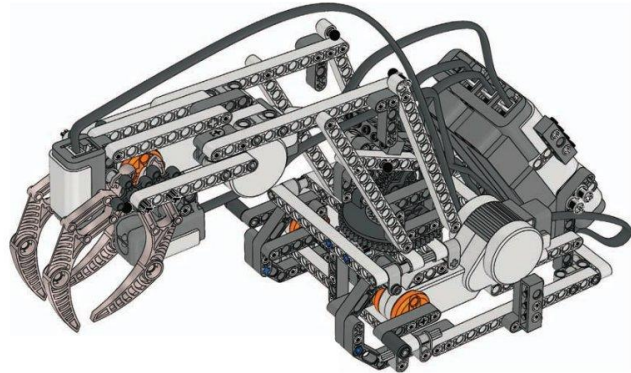

Figura 3. Proposta inicial da estrutura dos Robôs
b) Atualizações relativas ao mapa, percebidas pelo sensoriamento do robô ou modificações propositadamente realizadas pelo próprio robô que está enviando a mensagem. A Figura 3 mostra a proposta inicial da estrutura dos robôs.